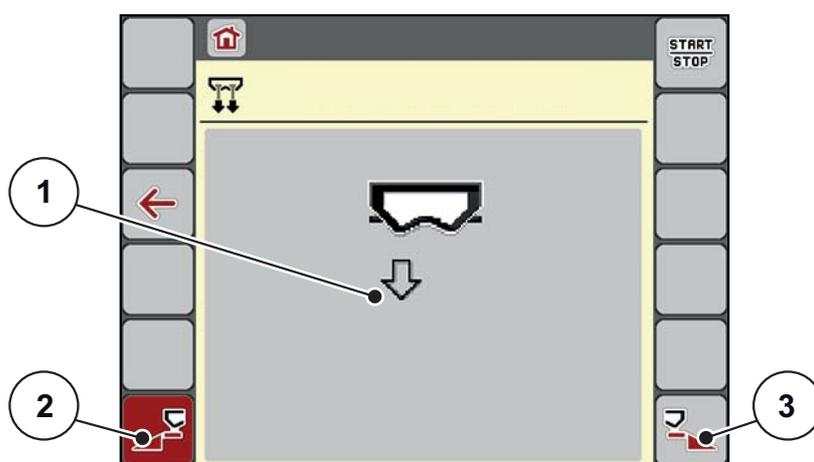

Рисунок 4.13: Меню «Быстрая разгрузка»
- ▷ На дисплее отобразится выбранная секция в виде символа (Рис. 4.13, позиция [2]).